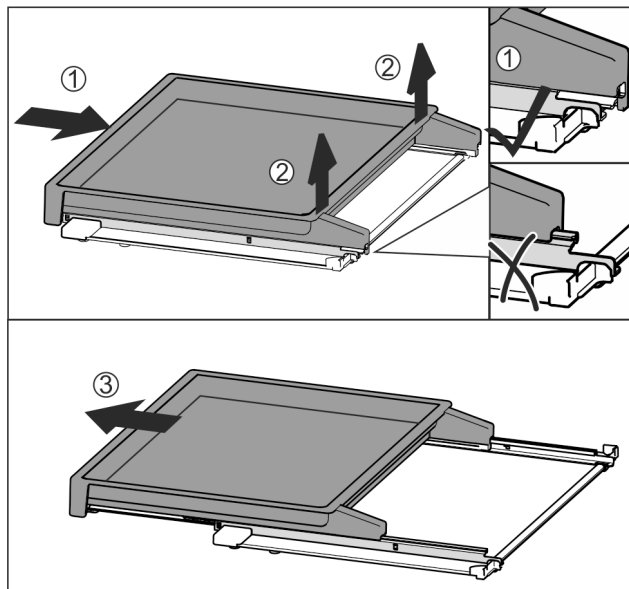

Fig. 96
- ▶ Împingeți complet raftul extractibil în interior Fig. 96 (1).
- ▶ Desfaceți blocarea din partea din spate Fig. 96 (2).
- ▶ Extrageți raftul extractibil către înainte Fig. 96 (3).